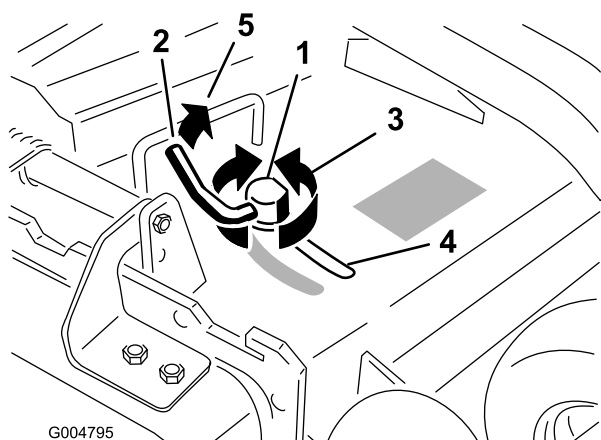

Figura 19
- Para ajustar el bloqueo de leva, levante la palanca para aflojar el bloqueo de leva (Figura 19).
- Devuelva la palanca a su posición original para apretar el deflector y el bloqueo de leva (Figura 19).